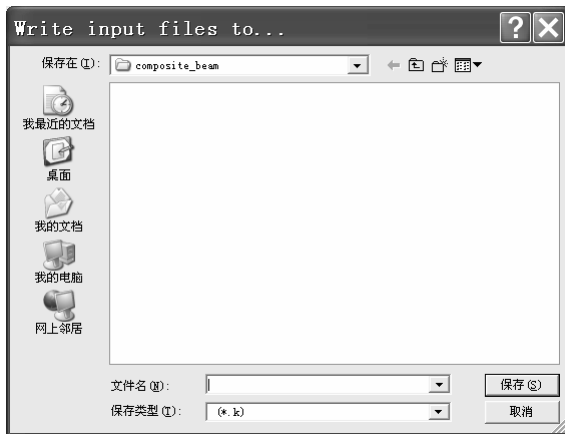

图 2-181 “Write input files to...” 窗口
(2) 在 “Input files to be Written for LS-DYNA” 窗口中 “Write results files for...” 后的方框中选择 “LS-DYNA” (单击该方框后的倒立三角形来选择), 再单击 “Write input files to...” 后的 “Browse...” 按钮, 弹出 “Write input files to...” 窗口 (见图 2-181)。